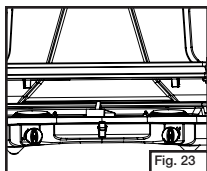
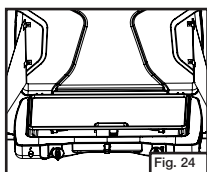

Fig. 23
Fig. 24
- Alinee y coloque las lengüetas izquierda y derecha en la base de la plancha en los orificios en la parte superior de cocción. (Fig. 23 y Fig. 24)